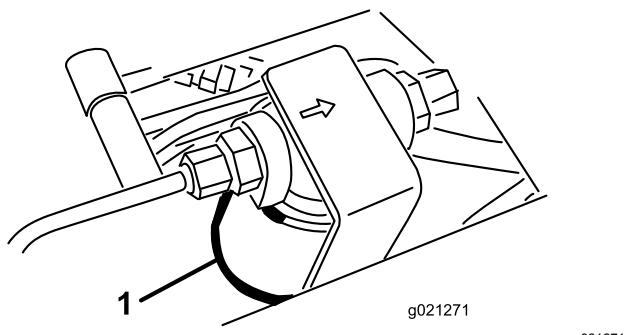
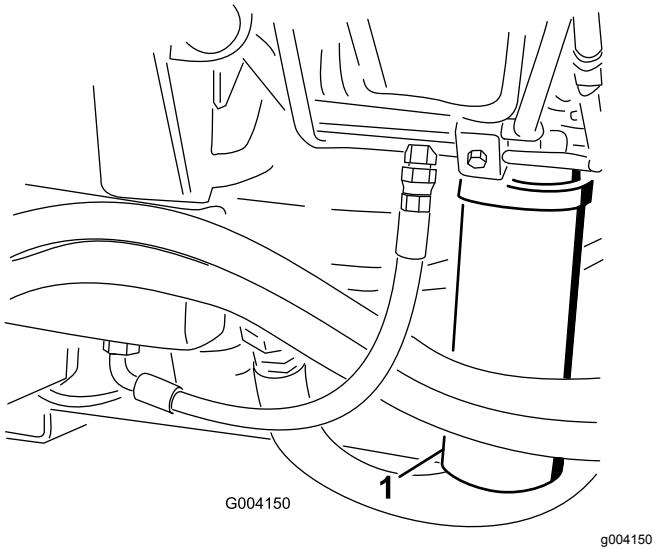

図 92
図 93
2. フィルタ取り付け部付近をきれいに拭い、下に容器を置く図 92と図 93。